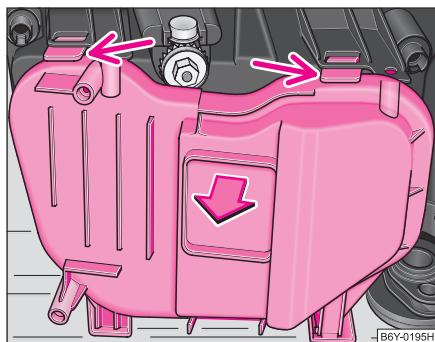

Fig. 173 Capacul de protecție al farului - față
- Apăsați arcul în jos și demontați capacul de protecție ⇒ fig. 173.
⇒ pagina 239, fig. 173.
- Scoateți capacul de pe partea posterioară a farului ⇒ pagina 239, fig. 173.
- Decuplați ștecărul (A).
- Defixați mânerul de sârmă (B) apăsând-ul înspre bec și în jos și rabatați-l.